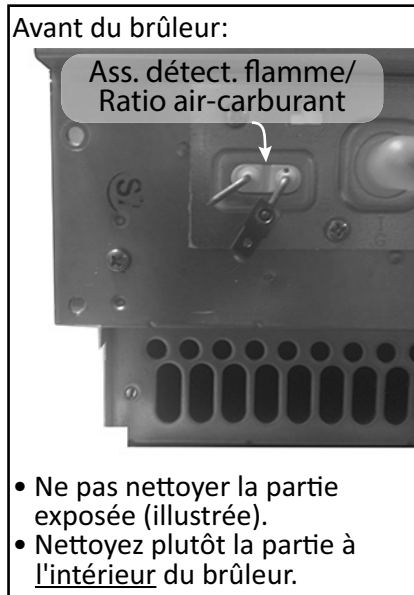

Figure 33
**AVIS:** Ne PAS nettoyer les parties métalliques qui se trouvent à l'extérieur du brûleur. Voir Figure 33.